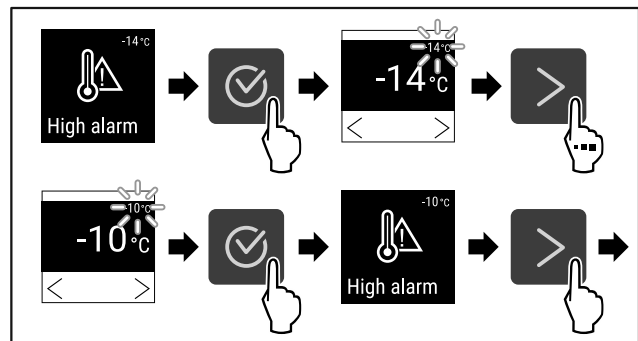

Fig. 132
- ▶ Εκτελέστε τα βήματα ενεργειών (βλέπε Fig. 132).